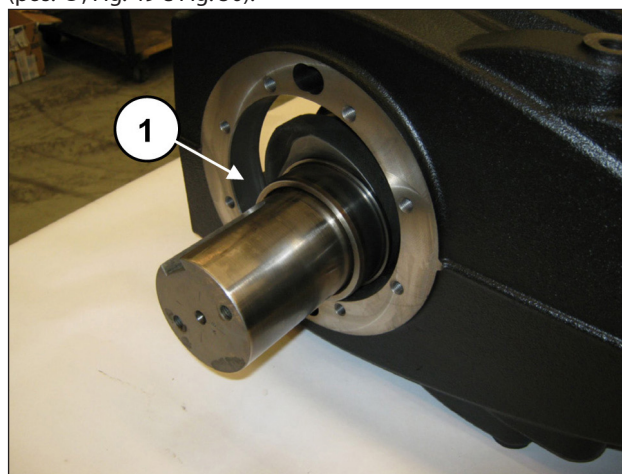
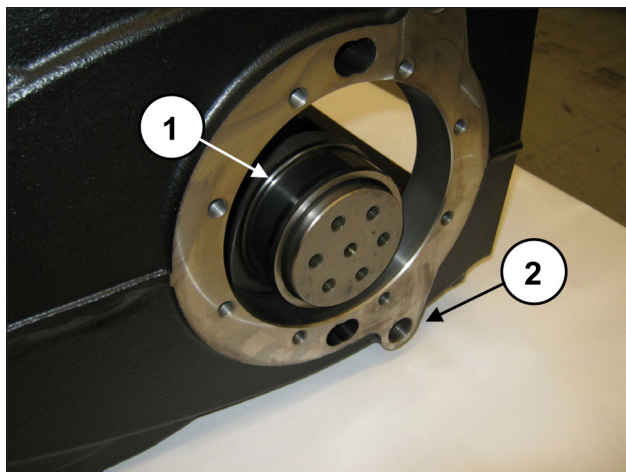

Fig. 49
Fig. 50
**L'albero a gomiti deve essere tassativamente montato con il lato PTO dalla parte opposta rispetto ai fori G1/2" per i tappi di scarico olio del carter pompa (pos. ②, Fig. 50).**
Arrivare fino al completo inserimento dell'albero nel carter (pos. ①, Fig. 49 e Fig. 50).